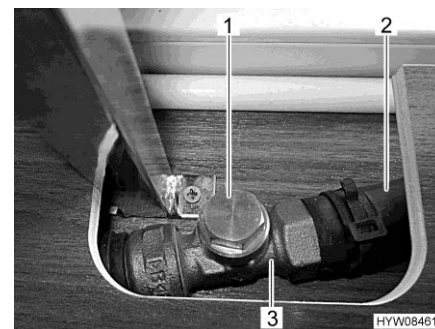

Fig. 162 Valvola (aperta)
- Afferrare la tubatura di bypass (Fig. 162,2) dietro la valvola (Fig. 162,3). Il tubo flessibile deve essere tiepido.